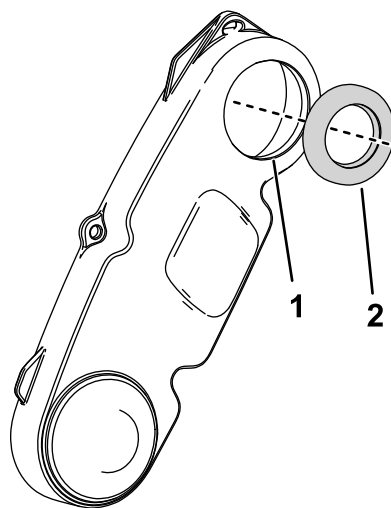

Figura 9
6. Lubrificate il bordo della copertura della trasmissione dei cilindri e premete la tenuta a livello sulla copertura (Figura 9).